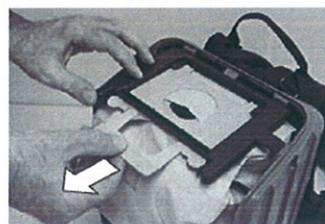

FIG. 3
3. Pour remplacer un sac aspirateur, tirez doucement sur la patte autoserrante située sur le sac, ce qui fermera l'ouverture du sac et évitera ainsi à la poussière de s'échapper. Faites glisser ensuite le sac hors du cadre de support et enlevez-le (Figure 3).